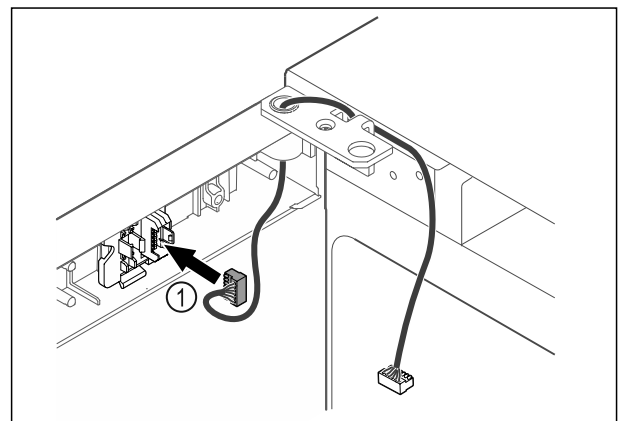

Fig. 64
- ▶ Вкарайте щекера Fig. 64 (1) в държача на щекера.